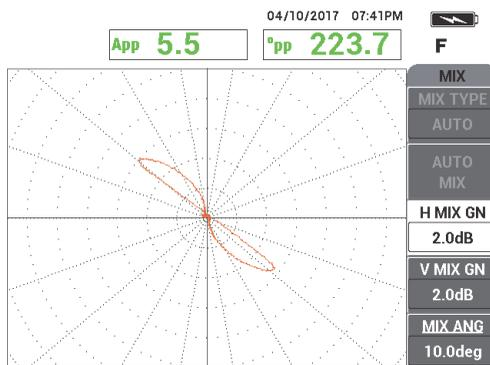

Рис. 5-173 Сигнал от сквозного отверстия после настройки усиления АВТО МИКШ.
9. Настройте **Г МИКШ.УС** (горизонтальное МИКШ усиление, клавиша С) и **В МИКШ.УС** (вертикальное МИКШ усиление, клавиша D), так чтобы сигнал растянулся на 6 делений сетки (см. Рис. 5-173 на стр. 265).